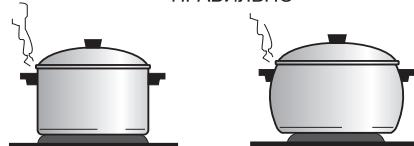

Рис. 4
- Для правильной работы плиты посуда должна иметь плоское дно. Диаметр посуды должен равняться или быть немного больше диаметра конфорки (рис. 4).